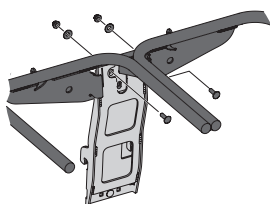

Figure 5
1. Installez et fixez l'ensemble de la suspension sur le support vertical à l'aide de deux boulons de chariot (710-0276), deux rondelles boisseau (736-0242) et deux écrous de blocage (712-04063) du kit de quincaillerie 689-00567. Voir Figure 5.